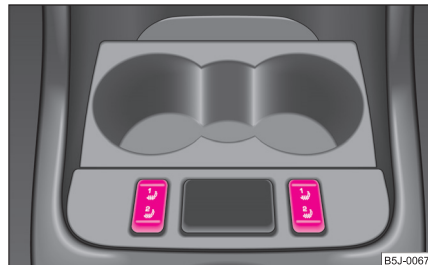

Abb. 52 Wippschalter: Sitzheizung vorn
- Durch Drücken des Wippschalters in die Position ① oder ② schalten Sie die Sitzheizung vorn auf 25 % oder 100 % der Leistung ein ⇒ Abb. 52.